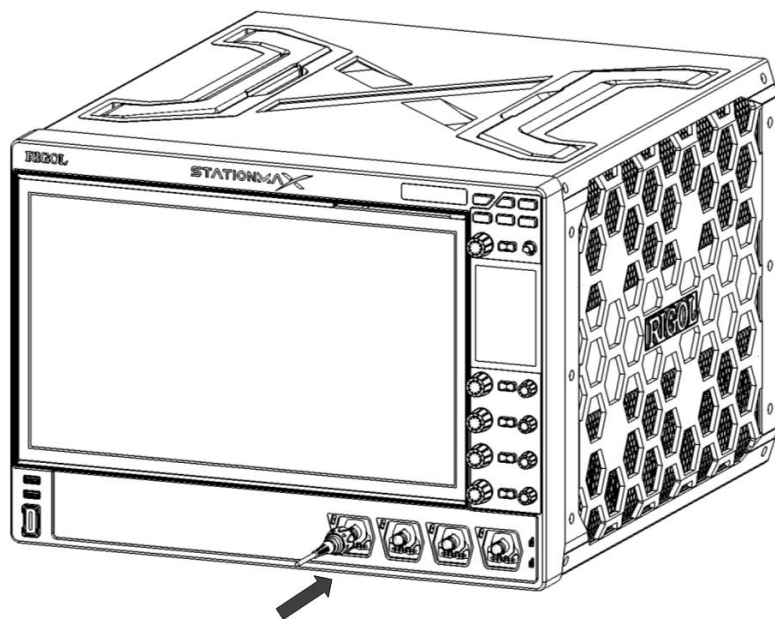

图 5.2 连接无源探头
1. 将探头的 BNC 端连接至示波器前面板的模拟通道输入端，如图 5.2 所示。